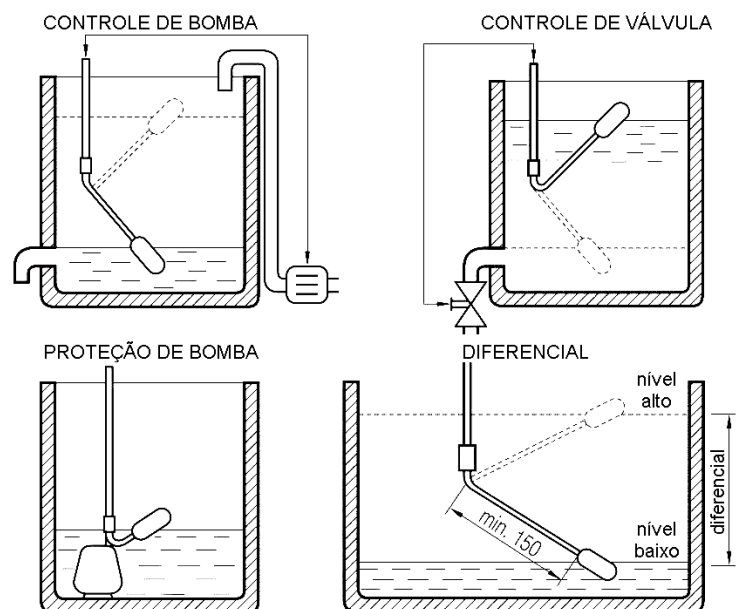

Fig. 6.1 – Tipos de Instalação
- Certifique-se de que haja espaço livre para a instalação. Para garantir o bom funcionamento é necessário fixar o cabo no interior do reservatório ou como ilustrado na Fig.6.1.